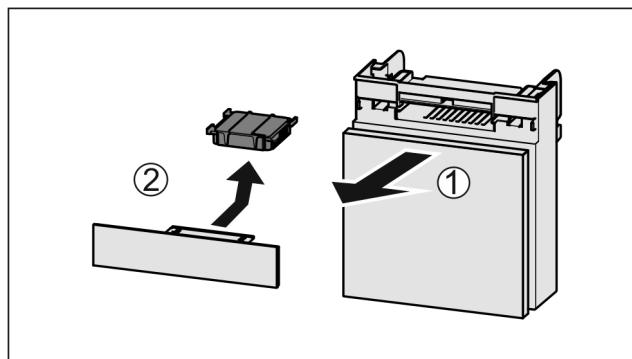

Fig. 142
- Vytiahnite zásuvku smerom dopredu Fig. 142 (1).
- Vyberte aktívny uhlíkový filter Fig. 142 (2).